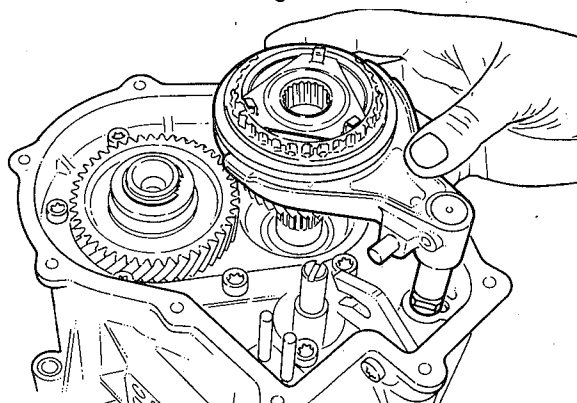

fig. 104
18.4. Instalar o conjunto da engrenagem e o conjunto sincronizador da 5a., juntamente com o garfo seletor; fixar o conjunto com o anel elástico (fig. 104)